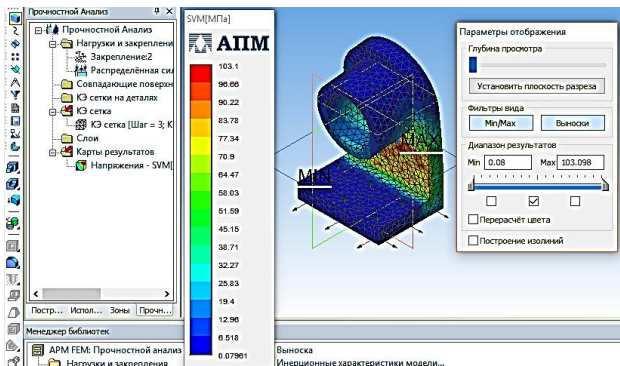

Рис.4 – Карта напряжень
7. Відкрити папку *Результаты*, вибрати команду *Карта результатов*, у вікні *Параметры вывода результатов* із списку *Выбор результатов* вибрати *Напряжения*. Після натискання кнопки *OK* відобразиться кольорова карта вибраного параметра (Рис.4).